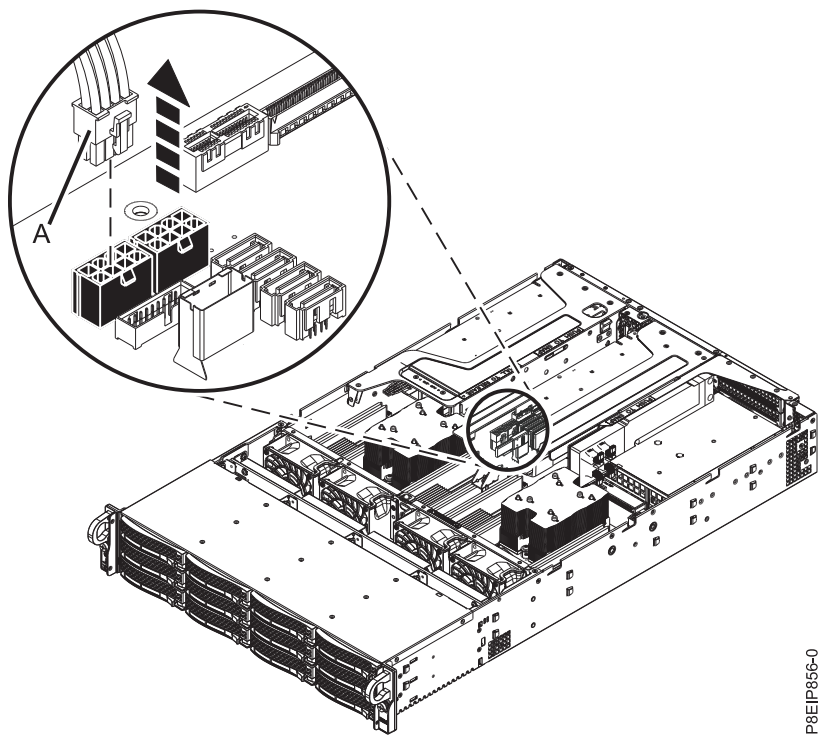

Figure 45. Déconnexion du câble d'alimentation de l'unité de traitement graphique
- a. Rétractez la goupille de retenue (A).
- d. Si le connecteur de bus contient une unité de traitement graphique, déconnectez le câble d'alimentation de l'unité de traitement graphique (A) du fond de panier système comme indiqué dans la figure 45, à la page 42. Du pouce, appuyez sur le loquet du connecteur pour retirer le câble.